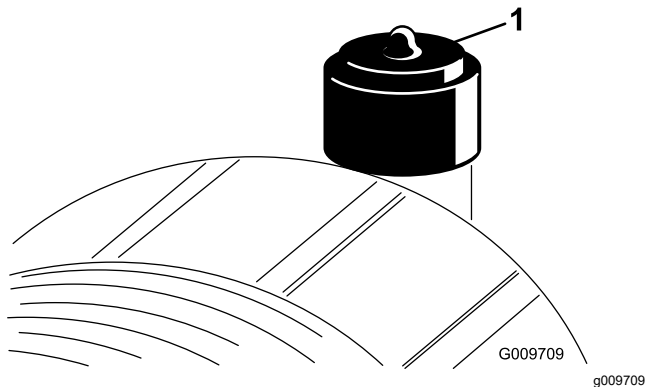

Figura 86
Faça a manutenção ao filtro de ar apenas quando o indicador de serviço (Figura 86) o exigir. Mudar o filtro de ar antes de ser necessário apenas aumenta a possibilidade de entrar sujeira no motor quando se retira o filtro.
9. Reinicie o indicador (Figura 86) se este se apresentar vermelho.